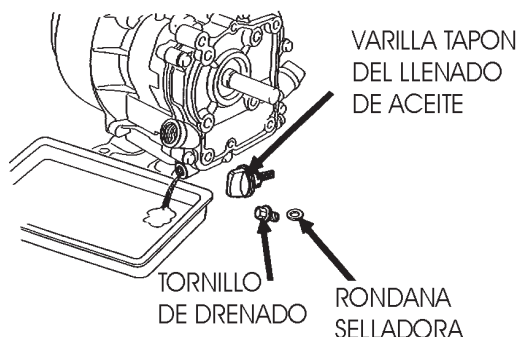

Figura 28. Aceite del motor (Drenando)
2. Drene el aceite del motor cuando el aceite esta **caliente** como se muestra en la Figura 28.